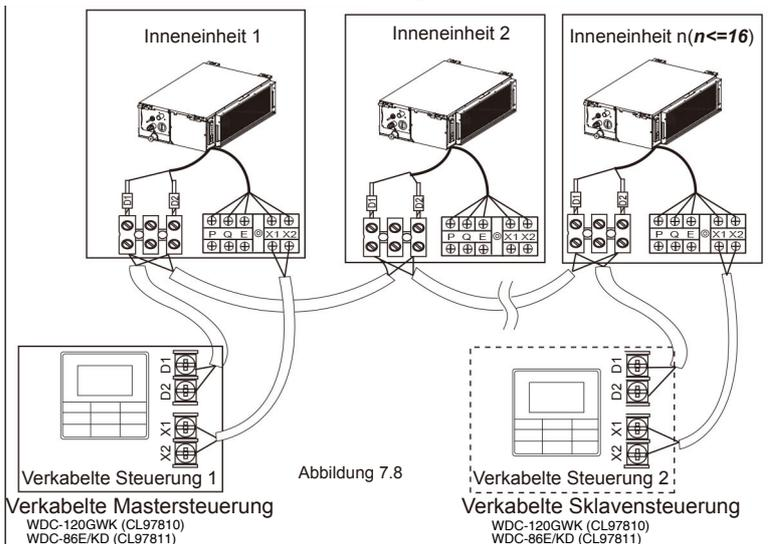

Abbildung 7.8
- Verwenden Sie eine verkabelte Steuerung zum Steuern mehrerer Inneneinheiten oder zwei verkabelte Steuerungen (eine Master- und eine Slave-Steuerung) zum Steuern mehrerer Inneneinheiten (siehe Bild 7.8);